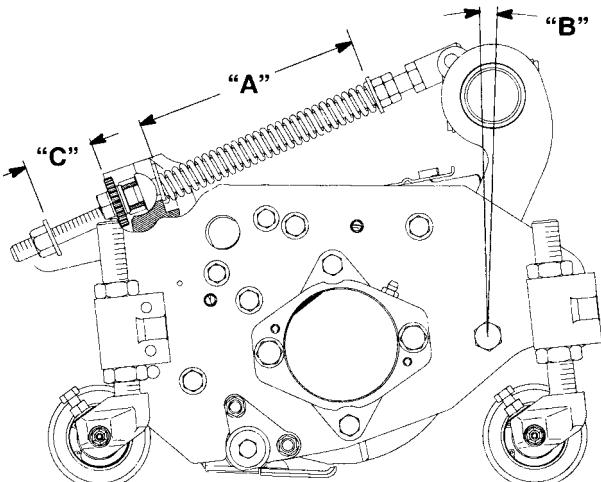

図7
ターフ補正スプリング(図7)は、キャリアフレームとカッティングユニットをつないでおり、前後の揺れの大きさを調整する働きと、移動走行中や旋回動作中の地上高の調整を行っています。
- スプリングロッド後部のロックナットを締めて、すきま(C)を25 mmとする(図7)
- スプリングロッド前部の6角ナットを締めて、スプリング(圧縮状態)の長さ(A)が203 mmになるようにする(図7)。
注: ラフで使用する時やアンジュレーションの大きなフェアウェイを刈る時は上記の圧縮長さ(A)を216 mmとし、スプリング ブラケット後部とワッシャ前面のすきま(C)を38 mmとしてください(図7)。